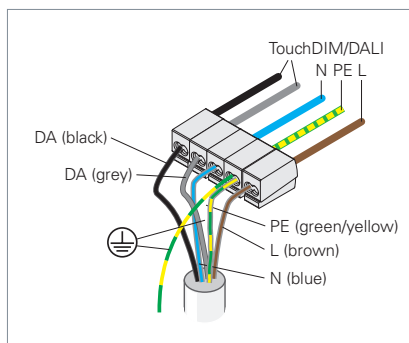

Fig. 16: Collegamento dell'apparecchio d'illuminazione.
- ▶ Collegare il cavo di messa a terra sul lato di collegamento dell'apparecchio d'illuminazione al morsetto del conduttore di terra, vedi Fig. 16.